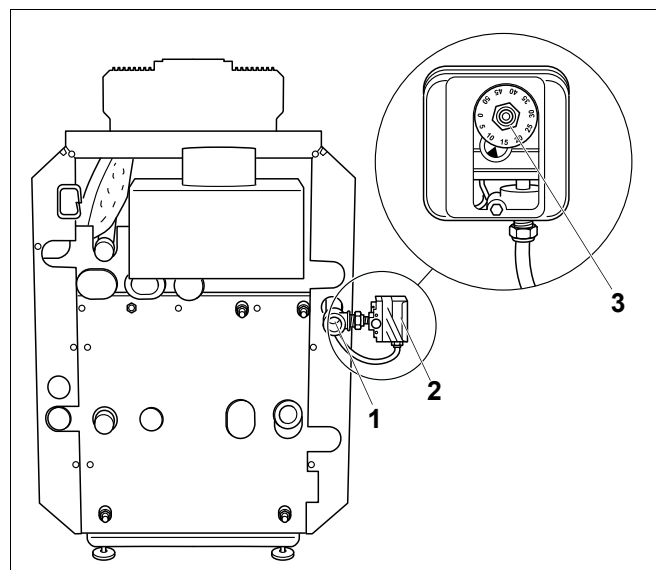

Рис. 47 Установка прибора контроля давления газа
- Установить прибор контроля давления газа (рис. 47, **поз. 2**) на газопровод непосредственно на патрубок для подключения газа (рис. 47, **поз. 1** и рис. 23, стр. 40) на отопительном котле вместе с регулировочным диском (рис. 47, **поз. 3**) так, чтобы он смотрел вверх или наружу (используя переходник).